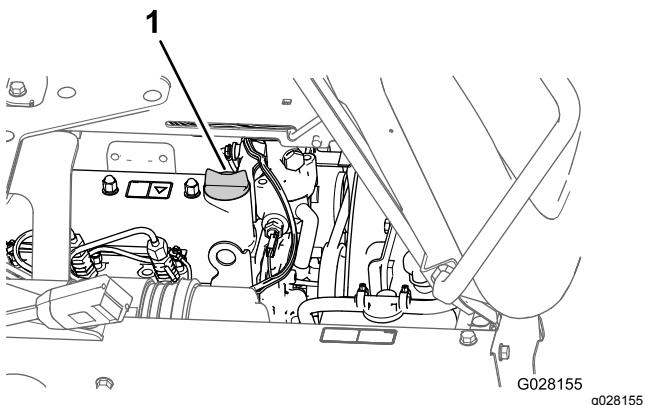

Рисунок 71
- Если уровень масла низкий, снимите крышку заливной горловины с крышки клапана и залейте масло в заливную горловину до уровня отметки **Full** (Полный) на масломерном щупе (Рисунок 71).